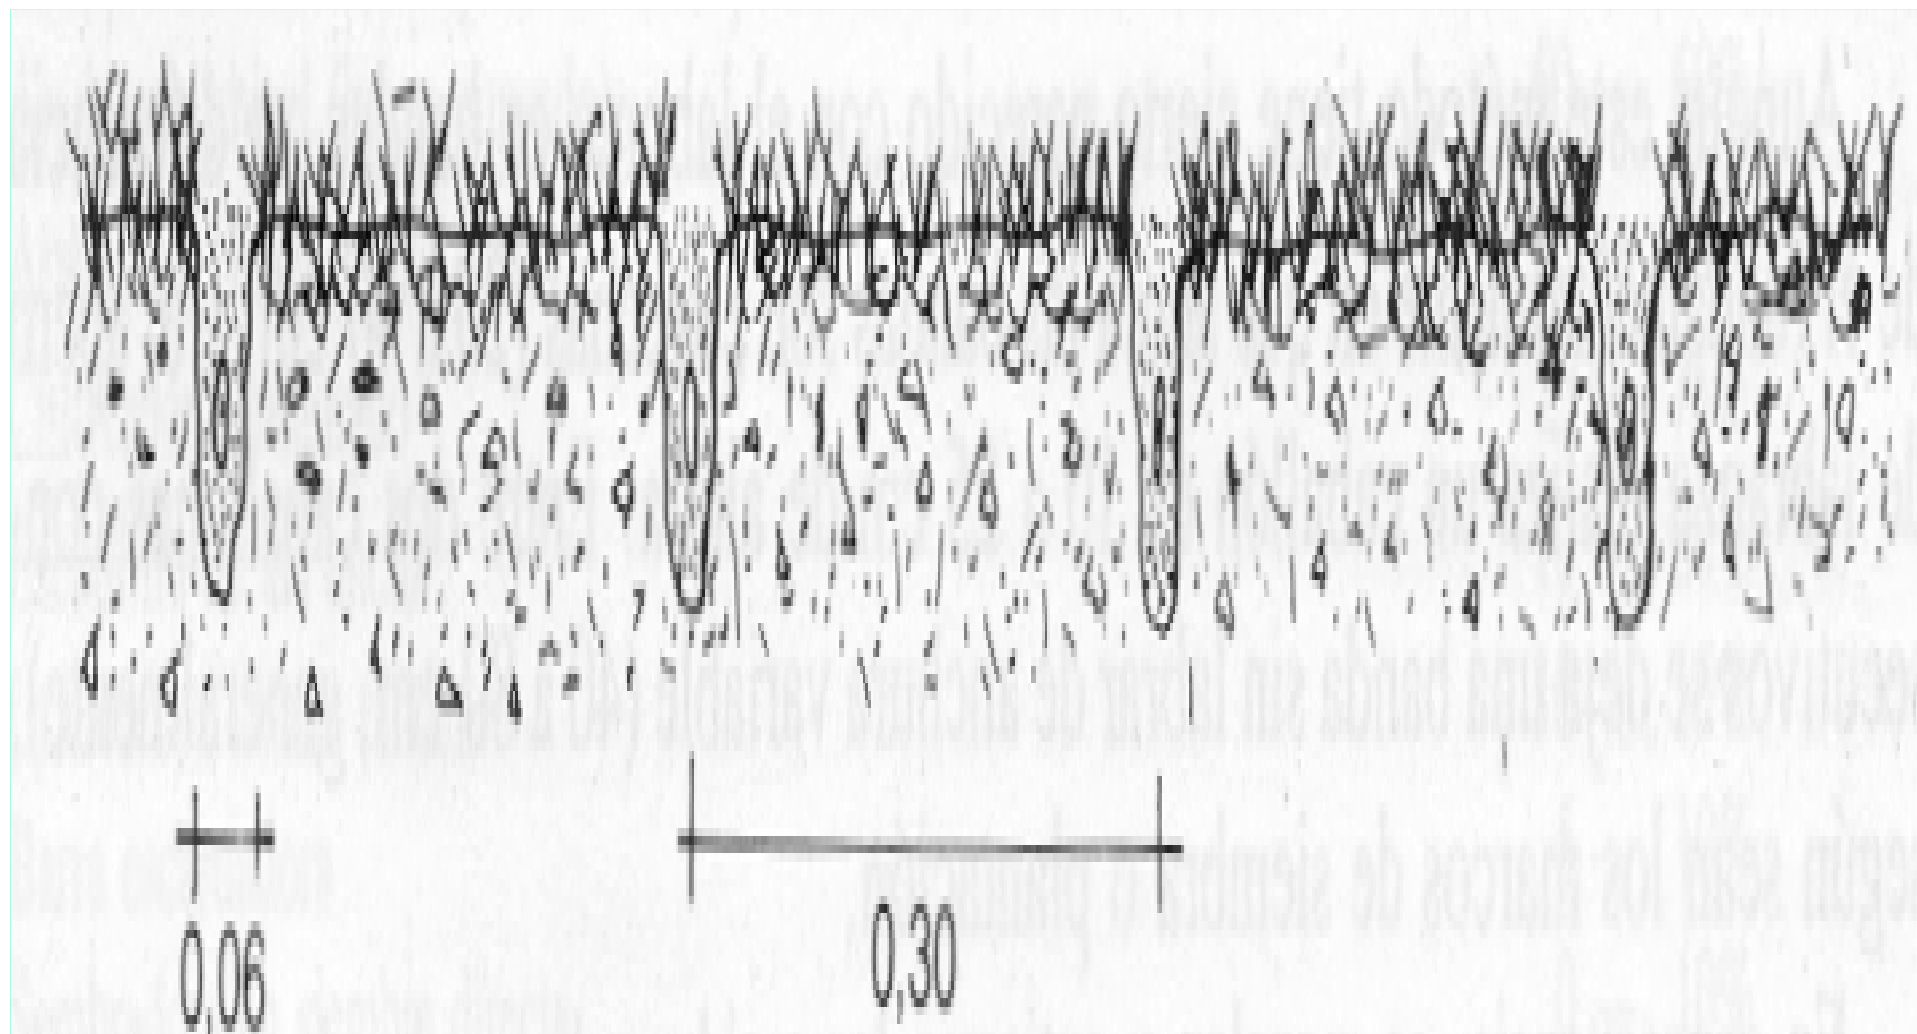

Figura 9.19 Laboreo cero con siembra directa (No-till)
- El escaso laboreo que se realiza es el que corresponde a los instrumentos cortantes que lleve la bota de la sembradora con el objetivo de hacer una raja o hendidura (5 a 8 cm de anchura) en el suelo para depositar la semilla (**figura 9.19**).